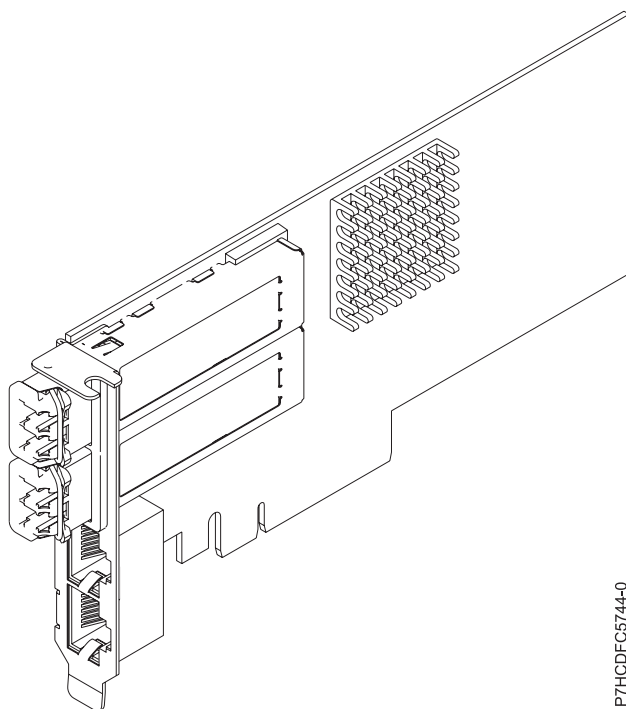

Figure 37. carte PCIe2 LP 2x10GbE SR 2x1GbE UTP
Le dispositif carte PCIe2 LP 2x10GbE SR 2x1GbE UTP est une carte PCI Express de génération 2 quatre ports Ethernet à connexion unifiée avec une interface de bus hôte PCI Express 2.0. Cette carte est optimisée pour l'informatique en nuage, la virtualisation, le stockage et les autres applications de centre de données. Cette carte comporte deux ports Ethernet 10 gigabits et deux ports Ethernet 1 gigabit. Les deux ports émetteurs-récepteurs SR (single root) SFP+ (small form-factor pluggable) 10 gigabits sont utilisés pour la connexion avec les autres serveurs ou commutateurs du réseau. Chaque port SFP+ (SR) fournit une connectivité Ethernet avec un débit nominal de 10 Gbps (gigabits par seconde) et utilise des câbles twinax SFP+ en cuivre pouvant atteindre une longueur maximale de 5 mètres. Chaque port RJ45 fournit une connectivité Ethernet avec un débit de 1 Gbps. Les fonctions d'agrégation de liaisons et de reprise en ligne de la carte sont idéales pour les applications réseau critiques qui nécessitent redondance et haute disponibilité. La figure 37 présente la carte FC 5745.